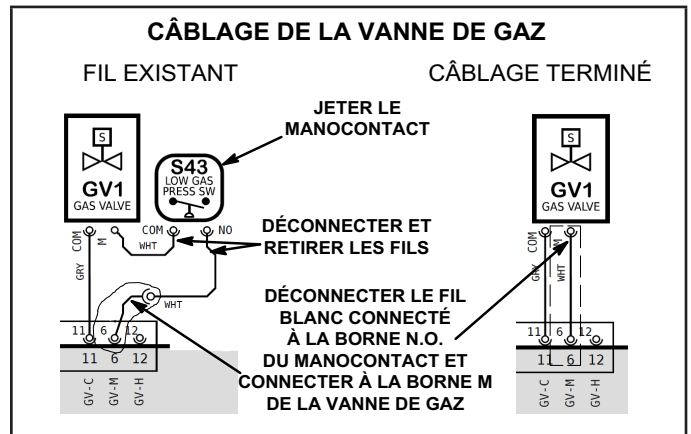

Figure 4
- 10 - Reconnecter l'alimentation en gaz à la vanne de gaz. Connecter les fils à la vanne de gaz comme illustré à la Figure 4.